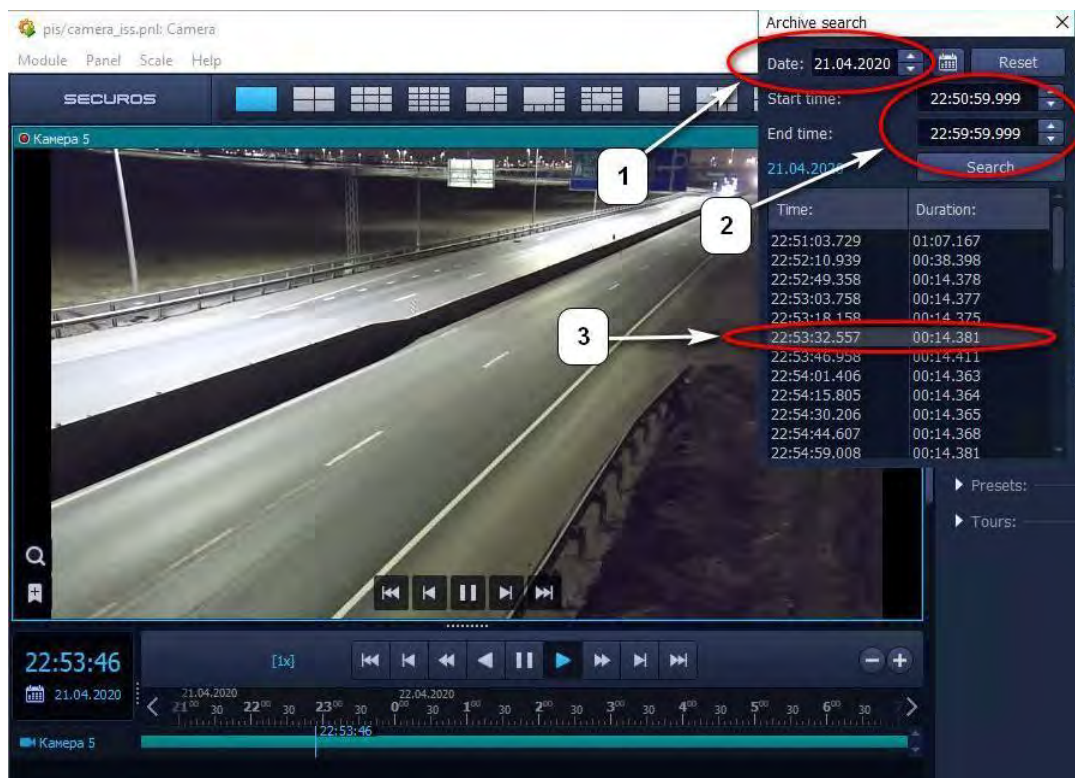

Рисунок 3.6.11 Выбор даты, временного интервала и файла для воспроизведения
Далее выбрать дату (1), временной интервал (2) и файл для воспроизведения (3) (рис. 3.6.11).